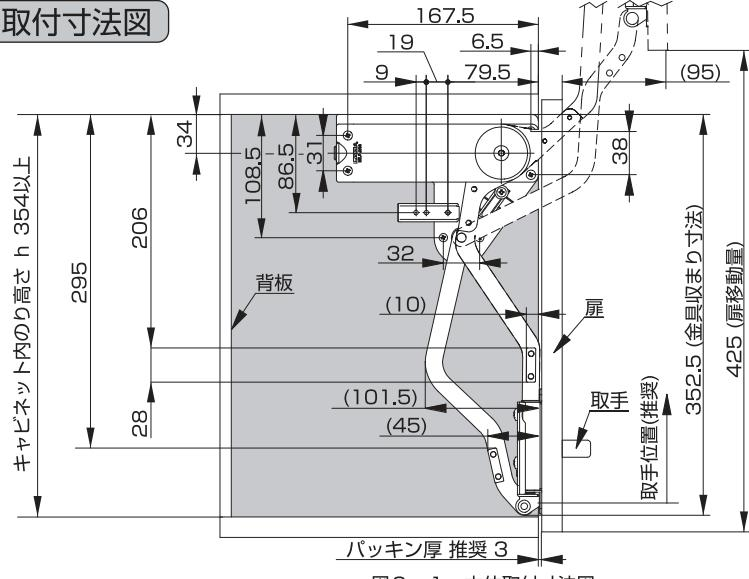

図3-1. 本体取付寸法図
- (1) ①②SLUN-N本体をキャビネット内側の上部及び間口前面に合わせ、付属の④取付ねじ(3.5×15)で固定します(図3-1、図4)。
- (2) 扉に取手を取り付けます。
※取手は、③座金プレートの下端を限度に、なるべく上に取り付けてください(図3-1)。